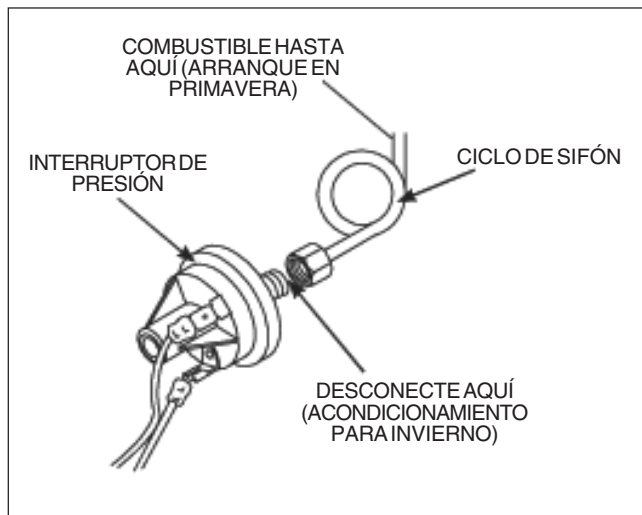

Figura 21. Tubería de cobre del interruptor de presión.
5. Desconecte el interruptor de presión del tubo de cobre (ver Figura 21).